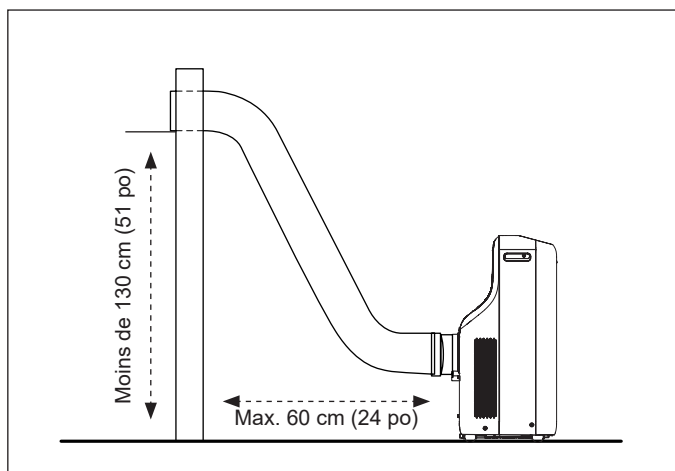

FIGURE 17
**Conseil:** Afin d'améliorer l'efficacité du refroidissement de votre climatiseur, le tuyau d'échappement doit être aussi court et aussi droit que possible. Nous suggérons la configuration présentée à la figure 17.